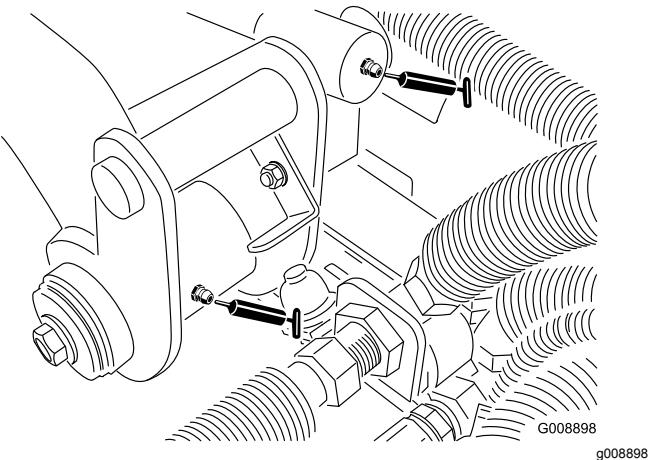

Рисунок 38
- Два задних шарнира подъемного рычага и подъемного цилиндра (Рисунок 38)